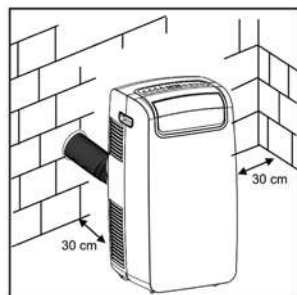

Fig. 6
Se necessario, l'apparecchio può essere installato in modalità semi-fissa (Fig. 6) Procedere come segue:
- Inserire un'estremità del tubo nel pezzo precedentemente montato sulla parete, come illustrato nella (Fig. 6)